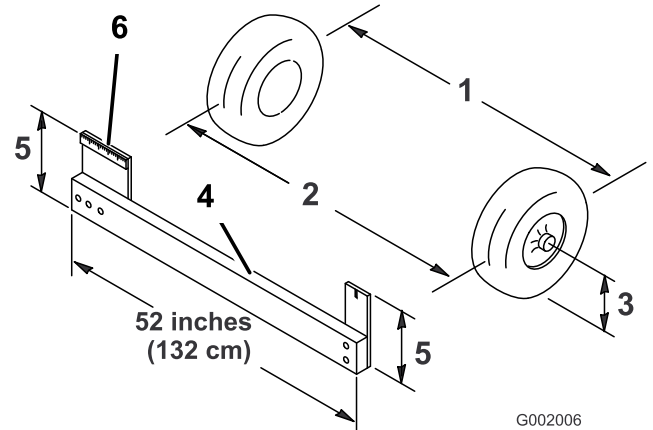

Figura 56
4. Mida la distancia entre los neumáticos delanteros a la altura del eje, en la parte delantera y trasera de las ruedas (Figura 56). Es necesario utilizar una plantilla para medir la distancia entre la parte trasera de las
ruedas delanteras a la altura del eje. Utilice la misma plantilla para medir con precisión la parte delantera de las ruedas delanteras a la altura del eje (Figura 56).